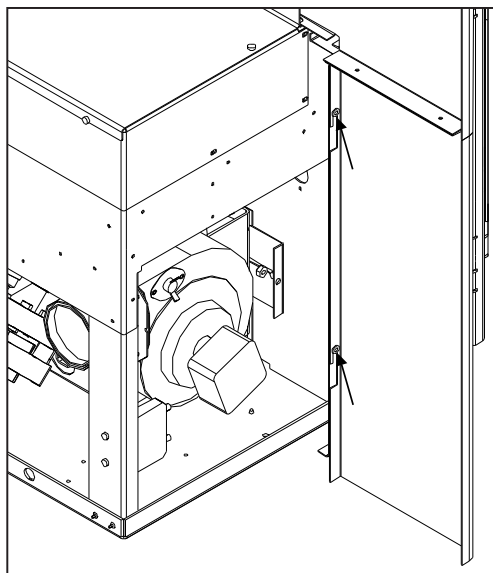

Figure 34: panneau de contour installé
2. Placez le panneau surround assemblé autour du poêle; aligner les fentes avec les têtes de vis. Poussez surround dans puis vers le bas pour engager les fentes surround sur les vis de montage (voir la figure 34). Assurez-vous que le panneau surround haut repose à plat derrière le dessus de la cuisinière.